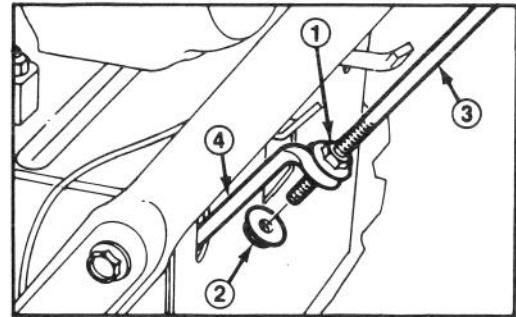
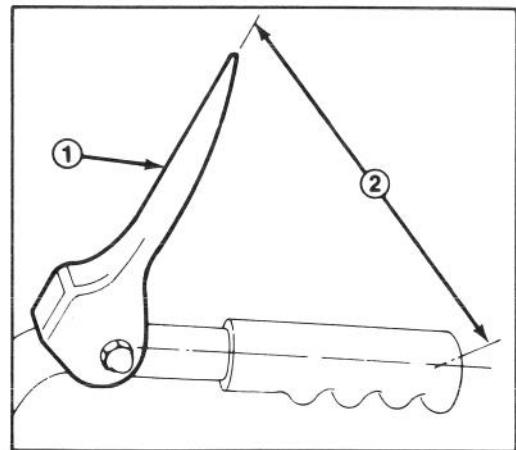

Figure 26
Figure 27
- Desserrez les écrous de blocage qui fixent la tige de commande de traction supérieure à la tige de commande de traction inférieure (Fig. 26).
- Réglez l'écrou de blocage supérieur (Fig. 26) jusqu'à ce qu'il y ait un écartement d'environ 5 pouces (12.7cm) entre le centre du mancheron et le bout du levier de commande de traction (Fig. 27).